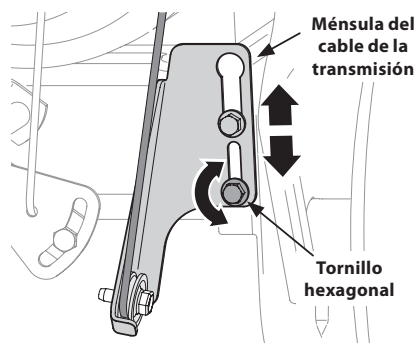

Figura 2-61
5. Afloje el tornillo hexagonal inferior del soporte del cable de la transmisión. Vea la Figura 2-61.